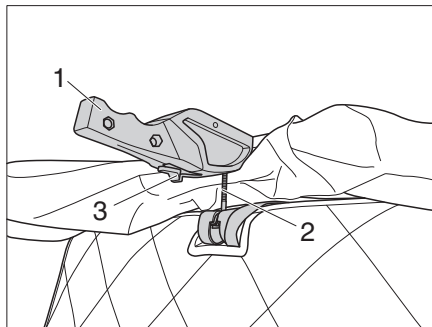

Bild 26 Verriegelung spannen
- ▷ Vor Fahrtbeginn prüfen, ob die Bolzen (Bild 26,2) der Verriegelungen links und rechts korrekt spannen. Bei Bedarf nach Anleitung des Herstellers die Verriegelung einstellen.
- Bolzen (Bild 26,2) in die Aufnahme schieben.
- Verriegelungen (Bild 26,1) links und rechts nach oben drücken.
- Prüfen, ob der Bolzen (Bild 26,2) kein Spiel aufweist und der Sicherungshebel (Bild 26,3) eingerastet ist.